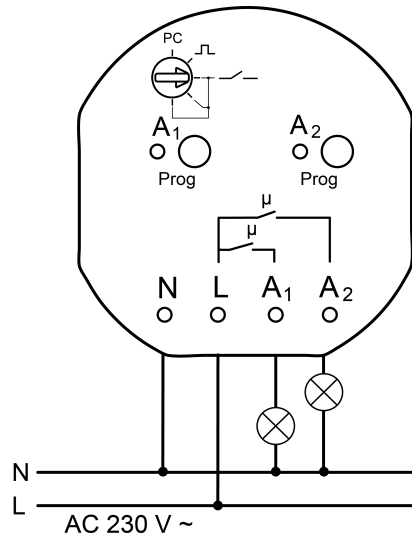

Bild 2: Anslutningsexempel
- Anslut laster enligt anslutningsexemplet (bild 2).